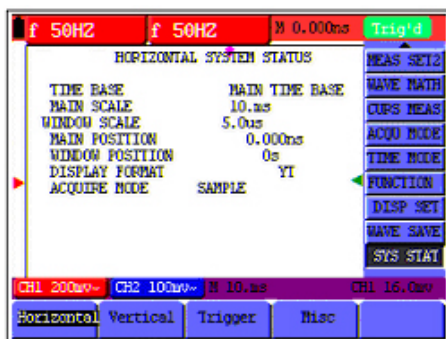

Figura 30.- Estado del sistema.
3. Pulse las teclas de **F1** a **F4** y la información de estado correspondiente se mostrará en pantalla. (Ver Figura 30).